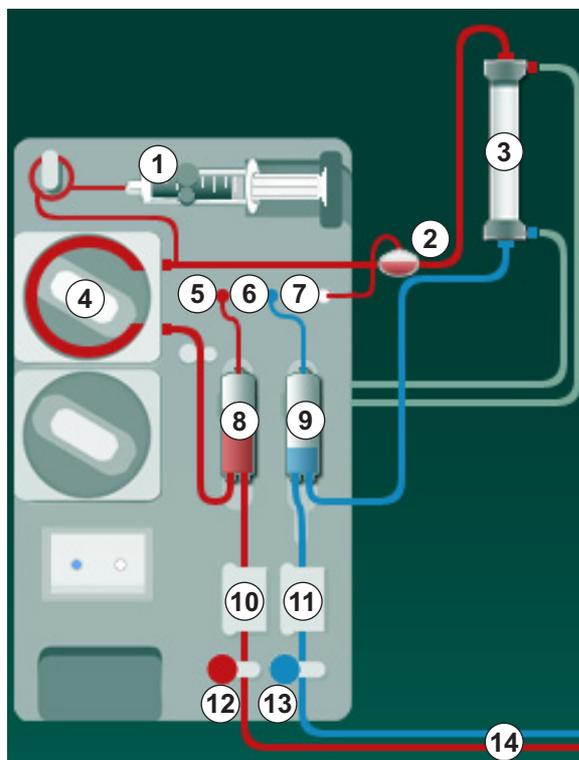

Fig. 3-2 Mode de fonctionnement - Simple aiguille Cross-Over
Avec l'électroclamp veineux (Fig. 3-2 Mode de fonctionnement - Simple aiguille Cross-Over (35), ⑬) fermé et l'électroclamp artériel ⑫ ouvert, la pompe à sang ④ pompe le sang du patient à travers le dialyseur ③ dans le piège à bulles ⑨ . La pression dans la chambre veineuse ⑨ est surveillée par le capteur de pression veineuse ⑥ . Dès que la pression de basculement supérieure réglée est atteinte, la pompe à sang ④ s'arrête et l'électroclamp veineux ⑬ s'ouvre. En raison de la pression dans la chambre veineuse ⑨ , le sang afflue à travers le dialyseur ③ pour retourner au patient jusqu'à ce que la pression basse de commutation soit atteinte. Une fois la pression basse de commutation atteinte dans la chambre veineuse ⑨ ou le temps de retour pré-réglé expiré, l'électroclamp veineux ⑬ se ferme. L'électroclamp artériel ⑫ s'ouvre alors rapidement. La pompe à sang ④ est activée et le procédé redémarre avec un nouveau prélèvement de sang du patient.